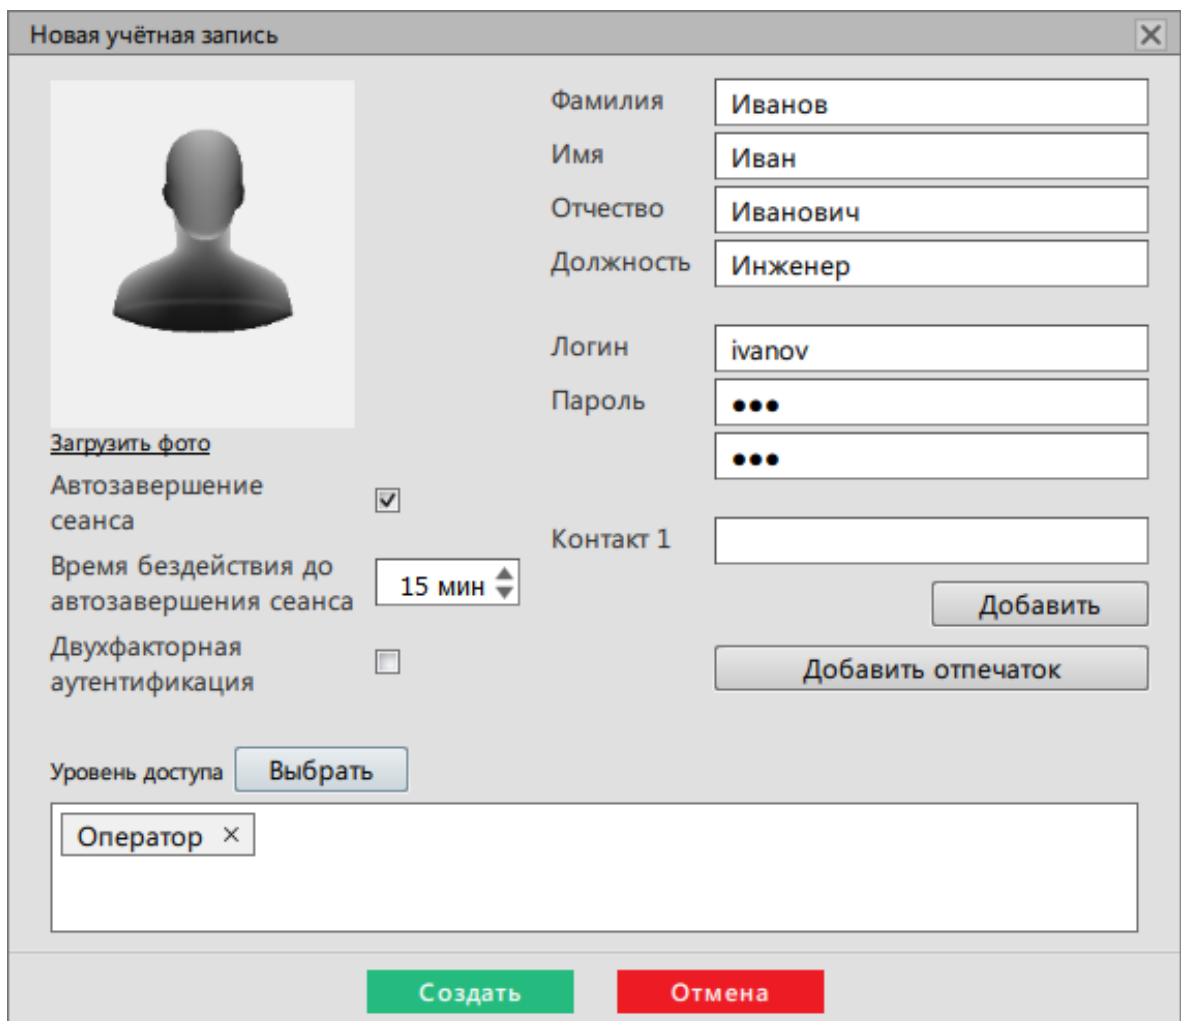

Рисунок 462 - Автозавершение сеанса
4. Также в меню **Учетные записи** создайте учетную запись для «Оператора», из которого будет выполняться переход в «Наблюдателя» с необходимыми правами доступа. Обязательно заполните чекбокс у команды **Автозавершение сеанса** и установите время завершения (по умолчанию выставлено 15 минут) (Рисунок 462).